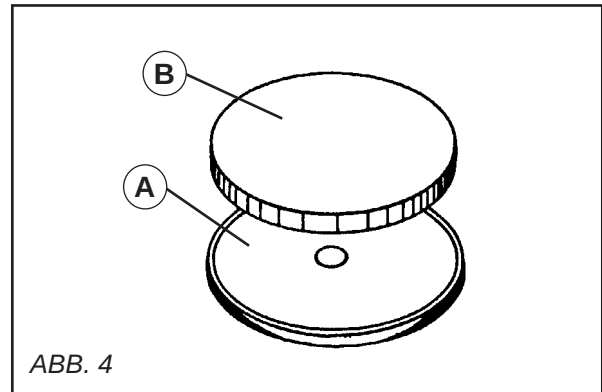

ABB. 4
• FILZTRÄGERPLATTE (SIEHE ABB. 4):
- Die Auflagefläche der Platte (A) reinigen.
- Die Filzscheibe (B) mit Kontaktkleber bestreichen.